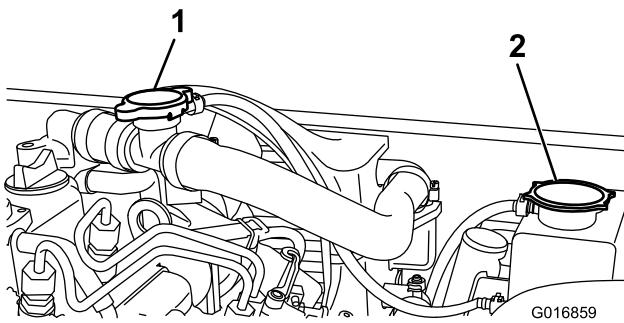

Рисунок 62
2. Снимите крышку заливной горловины (Рисунок 62) и залейте охлаждающую жидкость.
| 3. Установите на место крышку заливной горловины и снимите крышку расширительного бачка (Рисунок 62). | |
2. Снимите крышку расширительного бачка радиатора (Рисунок 62).